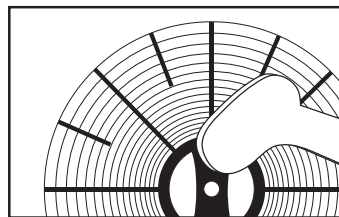

Fig. 11
4. Utiliser la brosse de votre aspirateur. Passer la brosse des deux côtés du filtre Nano-Coil, en évitant de déloger les crêtes. Voir Fig. 11
5. Utiliser la brosse de votre aspirateur. Faire passer la brosse le long de chaque côté du pré-filtre. Voir Fig. 11